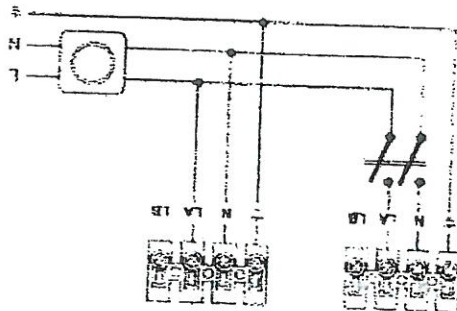

Fig. 6
- Podłączenie umożliwiające płynną regulację prędkości obrotowej (Fig 6)